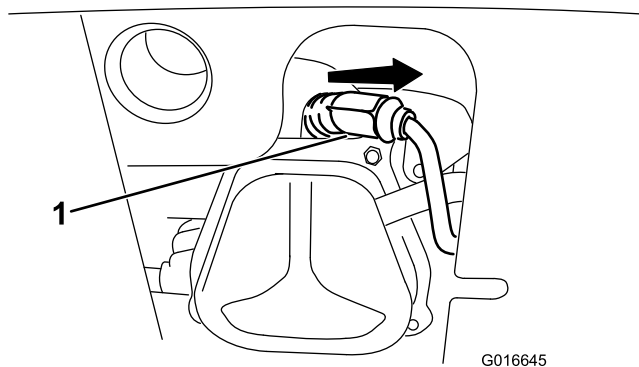

Рисунок 44
1. Снимите изоляционный колпачок (Рисунок 44).